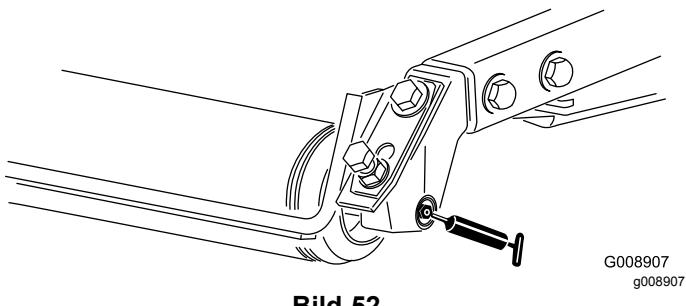

Bild 52
- Hintere Rollenlager (2 pro Mähwerk) (Bild 52)